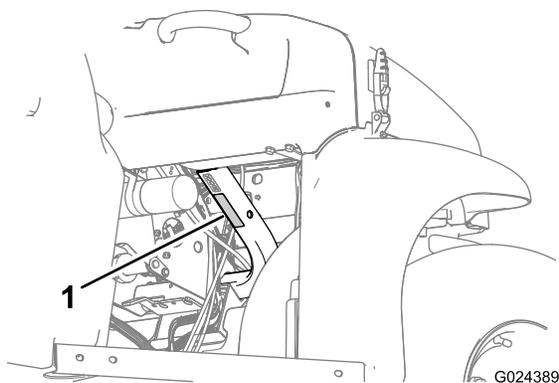

Figura 22
- Respeite a capacidade de peso da máquina e o limite de peso da carga que transporta na caixa de carga, conforme descrito em Especificações \(página 17\) e no autocolante do peso bruto da máquina (Figura 22).